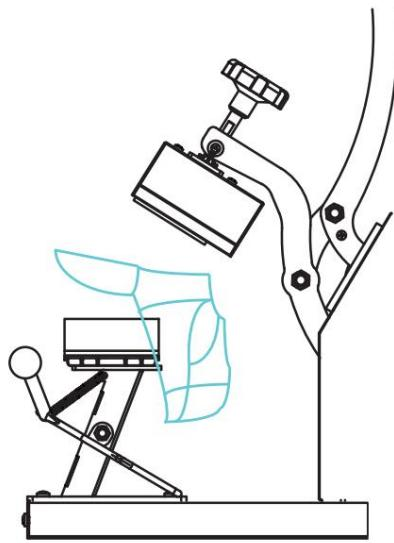

Figura 7
- Como se muestra en las figuras 5 y 6, tire del “mango del estirador de tapas” siguiendo la dirección de la flecha para levantar el estirador de tapas. Coloque la tapa que se procesará en el molde, suelte el “mango del estirador de tapas”, la tapa se aplanará, como se muestra en la figura 7.